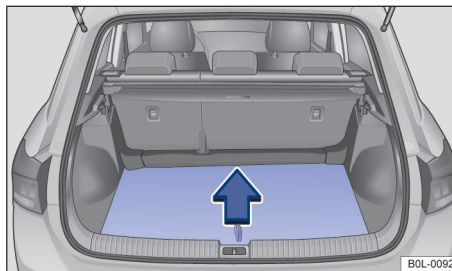

Рисунок 114. В багажнике: Открывание пола багажника
- Возьмитесь за круглую ручку на полу багажника → Рисунок 114, и поднимите пол багажника.